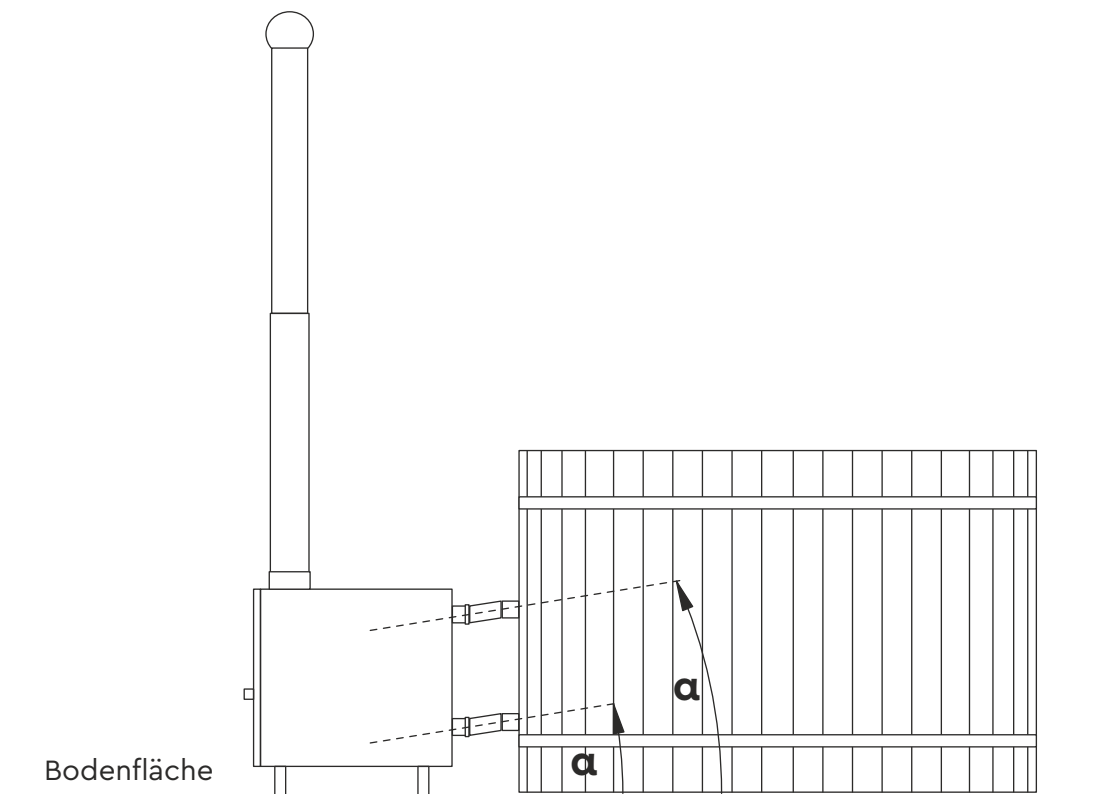

Abbildung 4
- Der externe Ofen muss sich auf der gleichen Fläche und Höhe wie der installierte Badezuber befinden. Siehe Abbildung 4